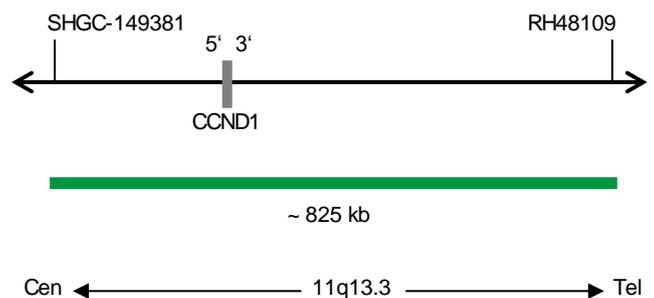

Fig. 1: SPEC CCND1 Mapa de la sonda (no está a escala)
- Polinucleótidos marcados en verde (excitación a 503 nm/emisión a 528 nm) ZyGreen (~10 ng/μl), dirigidos a secuencias localizadas en 11q13.3* (chr11:69,203,885-70,031,240) que albergan la región del gen CCND1 (ver Fig. 1).